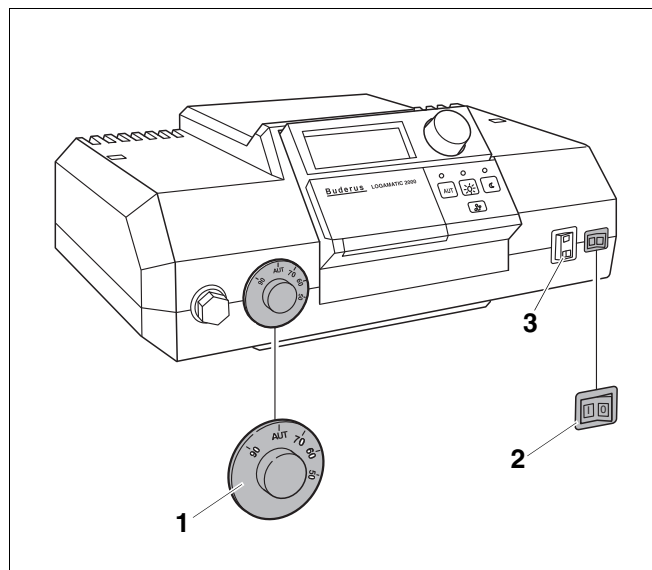
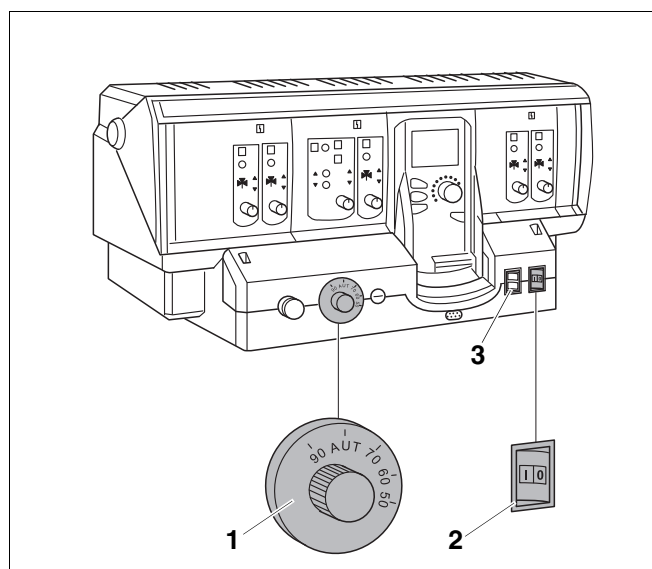

Рис. 4 Система управления (здесь: Logamatic 2107)
Рис. 5 Система управления (здесь: Logamatic 4211)
Включите отопительный котел на системе управления Рис. 4 или Рис. 5. При включении системы управления запустите горелку в автоматическом режиме. Затем горелка может стартовать от системы управления. Дальнейшая информация по этому вопросу находится в соответствующей инструкции по эксплуатации системы управления.
- Установите пусковой выключатель (Рис. 4, **поз. 2** или Рис. 5, **поз. 2**) в положение "I" (ВКЛ).
- Установите регулятор температуры котловой воды (Рис. 4, **поз. 1** или Рис. 5, **поз. 1**) в положение "AUT". При работе в режиме поддержания постоянной температуры установите нужную температуру (минимум 65 °C).
- Установите пусковой выключатель (Рис. 4, поз. 2 или Рис. 5, поз. 2, страница 7) в положение "0" (ВЫКЛ.).